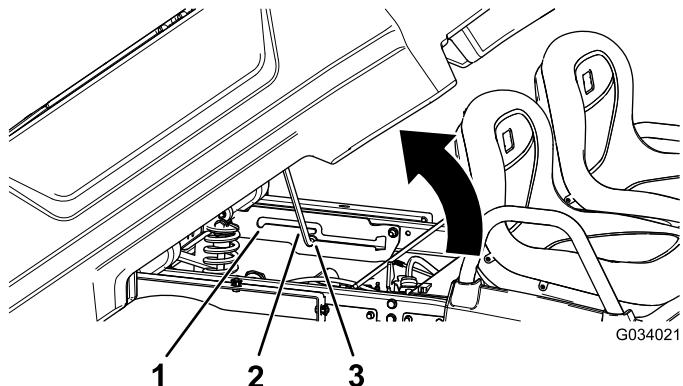

图 12
2. 将支撑杆拉入倾倒位置止动槽固定货箱进行倾倒图 12。
2. 将支撑杆拉入纵使位置止动槽固定货箱进行维护图 12。
2. 将支撑杆拉出止动槽图 12。